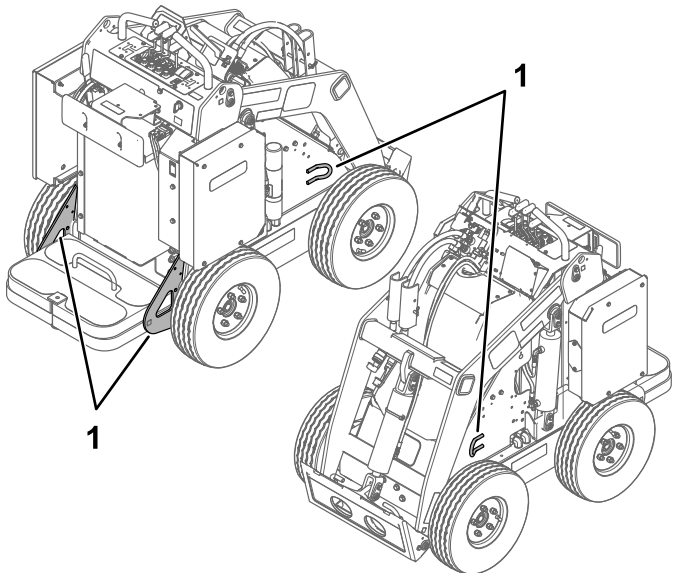

Figura 19
8. Utilize os pontos de fixação de metal na máquina para prendê-la com segurança ao atrelado ou camião com cintas, correntes, cabo ou cordas (Figura 19). Consulte os regulamentos locais para obter os requisitos de fixação.
Eleve a máquina utilizando os pontos de elevação (Figura 19).